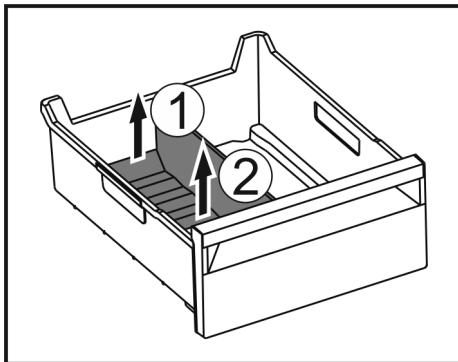

Fig. 106
- ▶ Ridicați partea posteroară a separatorului pentru compartimentul de gheăță. Fig. 106 (1)
- ▶ Scoateți separatorul pentru compartimentul de gheăță în sus. Fig. 106 (2)